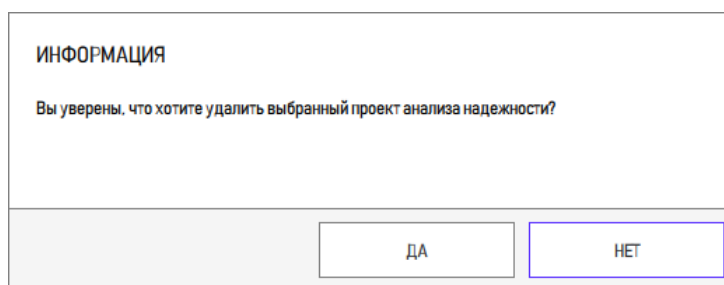

Рисунок 128 – Вид окна для подтверждения удаления проекта
- 2) В открывшемся диалоговом окне нажать на кнопку «ДА» для подтверждения действия (рисунок 128).